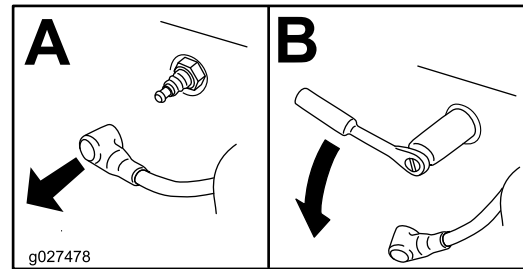

Figura 52
4. Retire a vela de ignição (Figura 52).